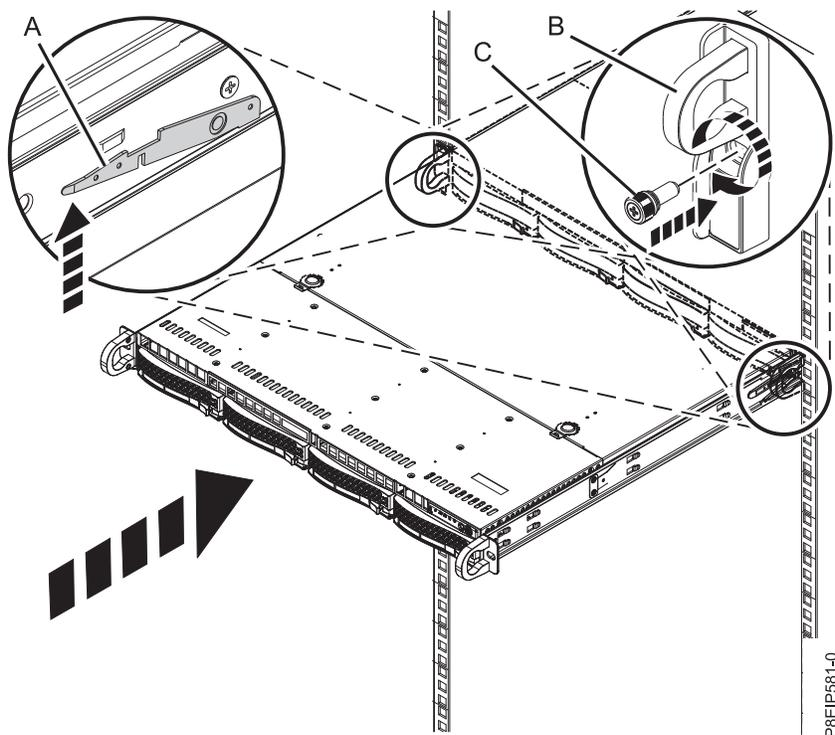

Figura 70. Colocando o sistema na posição de operação
4. Libere as travas de segurança do trilho **(A)** erguendo-as, conforme mostrado na Figura 70 na página 77 e, em seguida, empurre o sistema totalmente para dentro do rack usando as alças **(B)**.